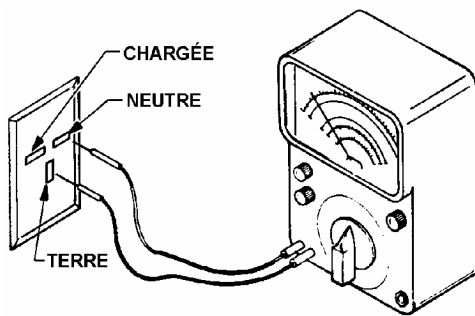

Figure 1. Prise 230 volts
1. **Vérification de la tension :** À l'aide d'un voltmètre réglé pour la vérification de la tension secteur c.a., insérer un connecteur dans la borne **CHARGÉE (HOT)** et l'autre dans la borne **NEUTRE (NEUTRAL)**. Le voltmètre devrait indiquer entre 207 et 253 volts c.a. Voir la figure 1.
2. **Vérification de la mise à la terre et de la polarité :** À l'aide d'un voltmètre réglé pour la tension secteur c.a., insérer un connecteur dans la borne **CHARGÉE (HOT)** et l'autre dans la borne **TERRE (GROUND)**. Le voltmètre devrait indiquer entre 207 et 253 volts c.a. Voir la figure 1.
REMARQUE La borne TERRE (GROUND) est celle perpendiculaire aux deux autres bornes. Dans une prise standard 230 volts à 3 connecteurs, la borne NEUTRE (NEUTRAL) est dans le sens contraire des aiguilles d'une montre (antihoraire) à partir de la borne de terre, et la borne CHARGÉE (HOT) est dans le sens horaire. Voir la figure 1.